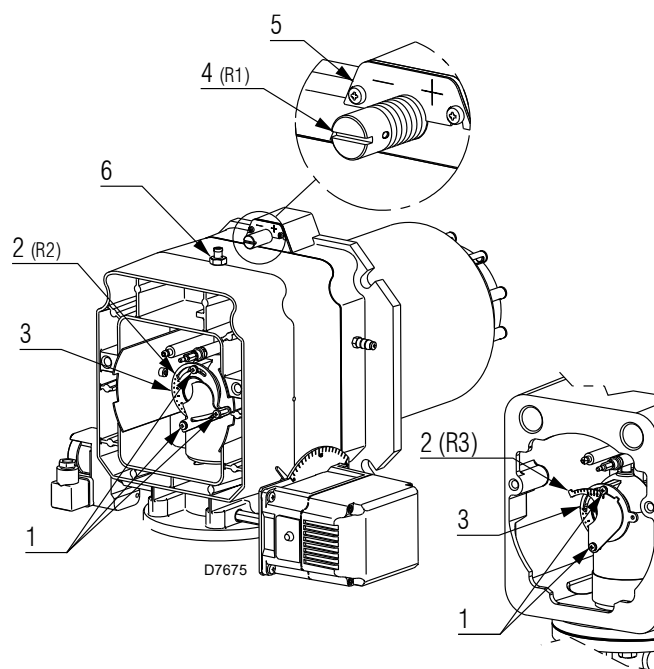

Fig. 17
- Drej skruen 4)(Fig. 17) indtil det fundne hak flugter med flangens forside 5).
- Løsn de 3 skruer 1)(Fig. 17) og drej ringmøtrikken 2), indtil det fundne hak flugter med indekset 3).